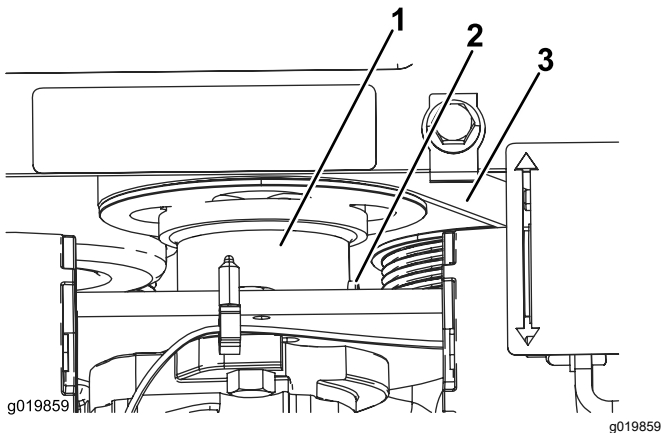

Figura 51
5. Allentate la vite di fermo sull'accoppiatore della trasmissione della pompa a ingranaggi (Figura 51).